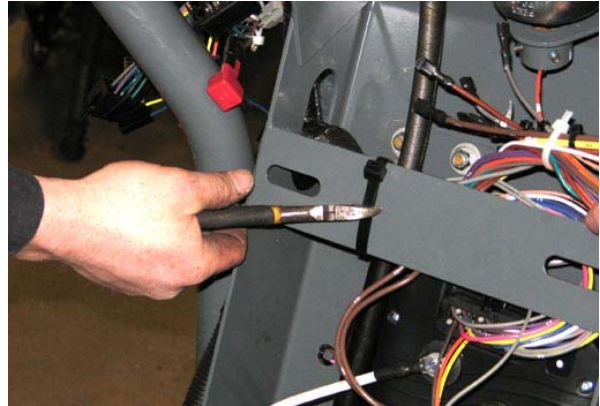

ABB. 23
25. Durchtrennen Sie die Kabelbinder der beiden Lenkkanal-Querträger. (Abb. 23)